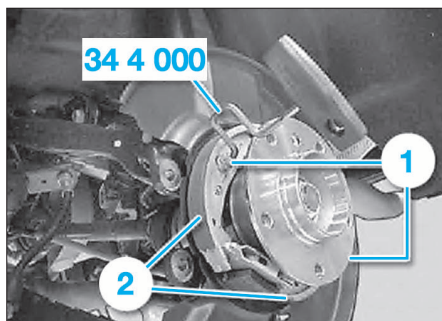

FIG. 22
- Tourner les tiges de maintien (1) de 90° avec l'outil 34 4 000 et les déposer (Fig.22).
- Déposer les segments de frein (2).